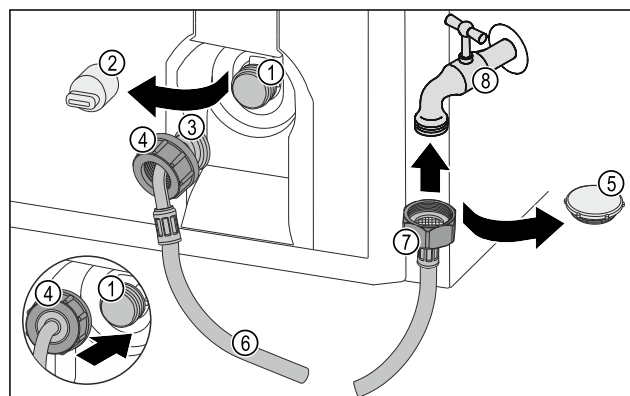

Fig. 74
- ▶ Retirer le capuchon de fermeture Fig. 74 (5).
- ▶ Placer l'extrémité de flexible droite Fig. 74 (7) sur le robinet d'eau Fig. 74 (8).
- ▶ Serrer l'écrou sur l'extrémité de flexible droite Fig. 74 (7) dans le sens des aiguilles d'une montre.